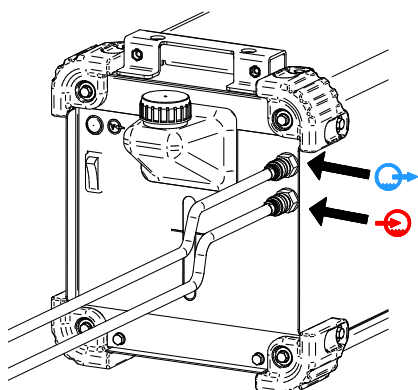

Figura 7.
- Conectați furtunurile de apă ale răcitorului la intrarea răcitorului [5] și la priza de ieșire [4] (Figura 7).
- Conectați furtunurile de apă ale răcitorului - Figura 7.